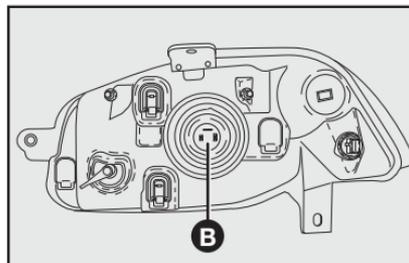
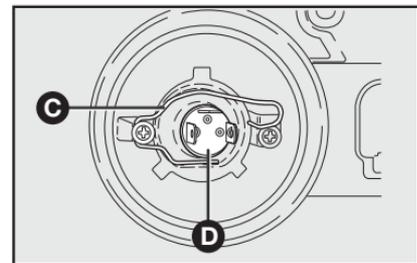

fig. 35
fig. 36
- 2) Remover a tampa **B-fig. 35** para ter acesso às lâmpadas;
- 3) Retirar o porta-lâmpada **D-fig. 35** pressionando a presilha **C-fig. 36** abrindo-a lateralmente;
- 6) Reenganchar a presilha de fixação **C-fig. 36** colocando por último a tampa **B-fig. 35**;